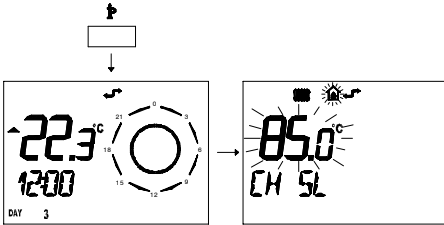

fig. 5.34
- 2 Premere per più di 3 secondi il pulsante  per entrare in modalità **I NFO**. (fig. 5.34)